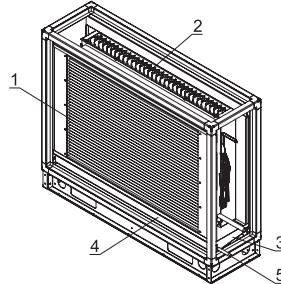

Рисунок 15
Воздухоохладитель (рис.15) представляет собой теплообменник (1) с медными трубками и алюминиевыми ребрами. Патрубки коллекторов выполнены под пайку. Теплообменник (1) и каплеуловитель (2) установлены на специальные направляющие и образуют разборную конструкцию, позволяющую демонтировать их по отдельности. В корпусе секции также установлен поддон (3) для сбора конденсата. Слив конденсата из поддона